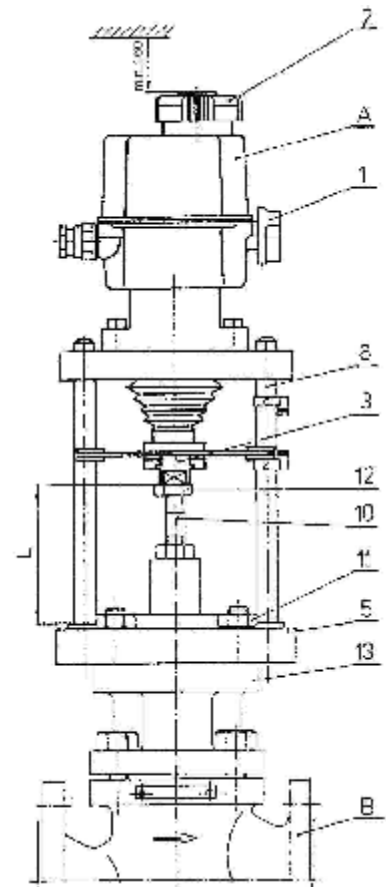

Рис. 5
2.1.4 Механическое присоединение с фланцем типа TGL (рис. 5)